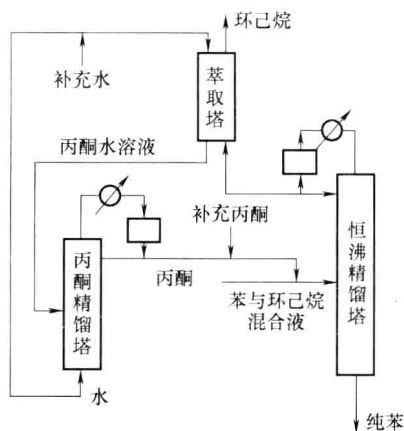

图 1-2 恒沸精馏装置
(1) 恒沸精馏 要将苯与环己烷的混合液进行分离，苯的沸点是 80.1°C ，环己烷的沸点是 80.73°C ，由于苯与环己烷的沸点非常接近，很难用普通的精馏方法进行分离，因此可以采用恒沸精馏的方法进行分离。恒沸精馏装置如图 1-2 所示。